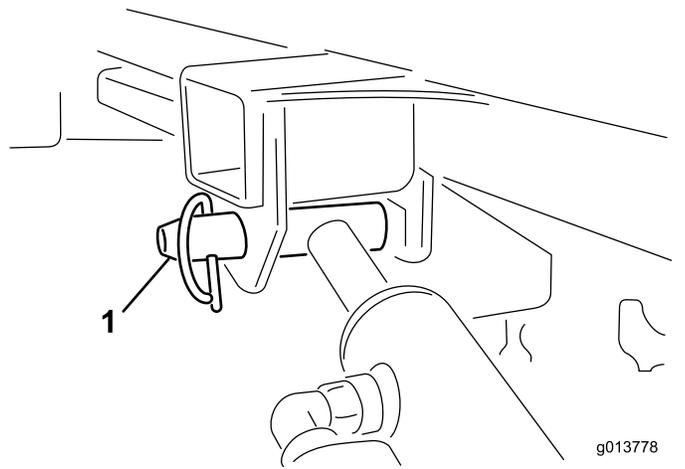

Bild 54
11. Halten Sie den Hubzylinder mit einer Hand fest. Entfernen Sie den Arretierstift des Hubzylinders mit der anderen Hand (**Bild 54**).